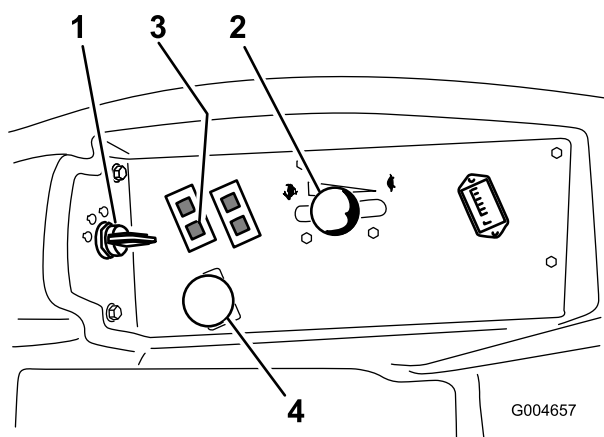

Figura 43
4. Mueva la toma de fuerza (PTO) a la posición Desengranada (Figura 43).
5. Ponga la palanca del acelerador en un punto intermedio entre las posiciones Lento y Rápido (Figura 43).